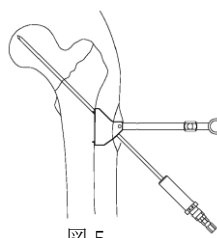

図 5
- 1) 3.2 スレッドレスガイドピンの後端に 3.2 ガイドピンアダプタを装着し、アングルガイドを用いて骨頭に向けて刺入します。（図 5）